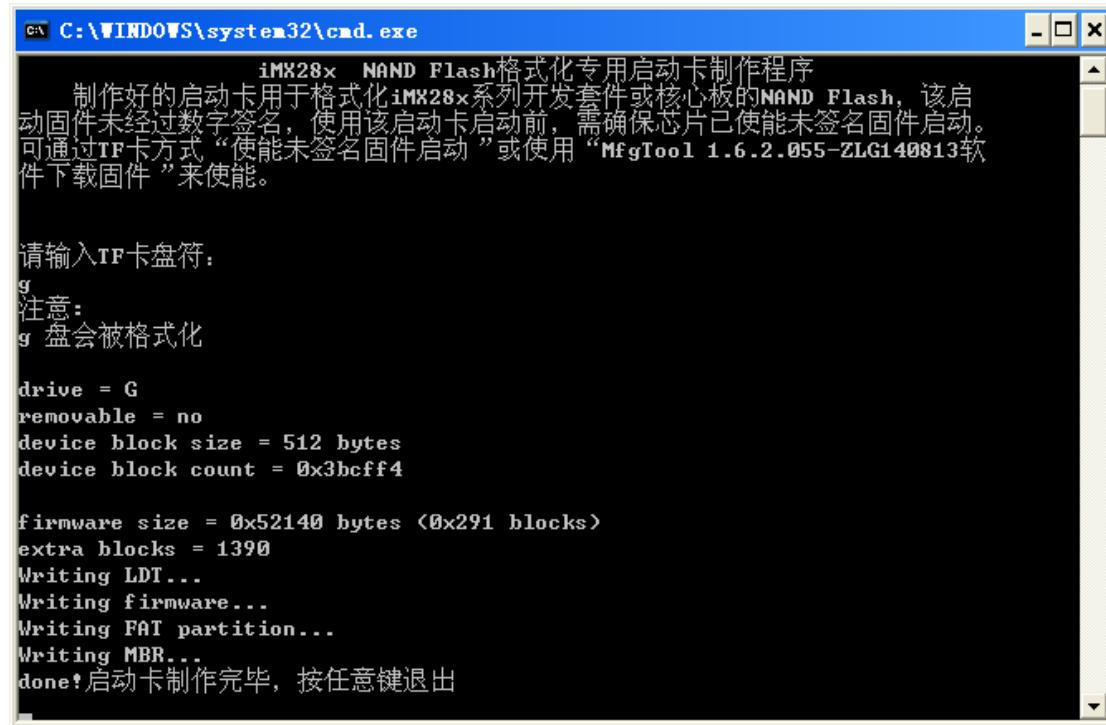

图2.9 NAND 格式化专用启动卡制作完成
- 启动卡制作完后如图2.9所示，此时按照移除U盘的方式移除该TF卡即可。